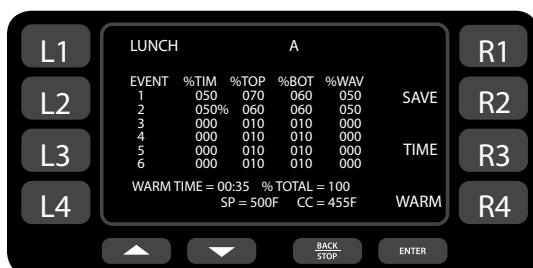

Bild 19: Bildschirm „Rezept Editieren“
5. Im Bildschirm „Rezept-Editieren“ (Bild 19) den Produktgruppennamen editieren: